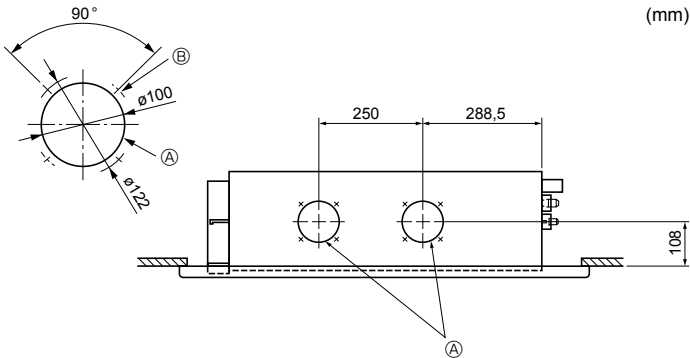

Fig. 2-10
- 2.5. Foro di ingresso dell'aria fresca (Fig. 2-10)**
- ⑬ Foro di ingresso dell'aria fresca (Foro incompleto)
- ⑭ 4-ø2,8 foro sbavato